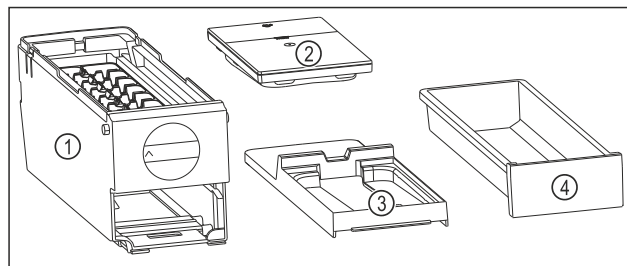

Fig. 108 Componenti dell'EasyTwist-Ice
- ▷ L'EasyTwist-Ice è scomposto in quattro parti. (vedere Fig. 108)
- ▶ Smontare l'EasyTwist-Ice scomponendo solo gli elementi rappresentati in figura. (vedere Fig. 108)
- ▶ Pulire l'intero corpo dell'EasyTwist-Ice Fig. 108 (1).